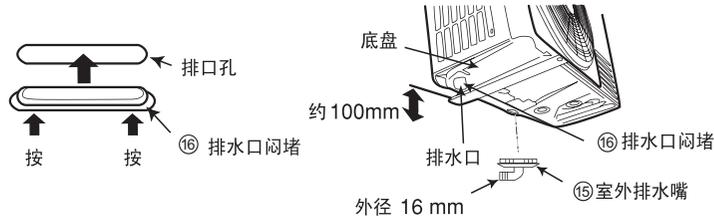

图28
- 请将机体在安装后,按图28所示将附件⑮室外出水嘴安装在出水孔中。